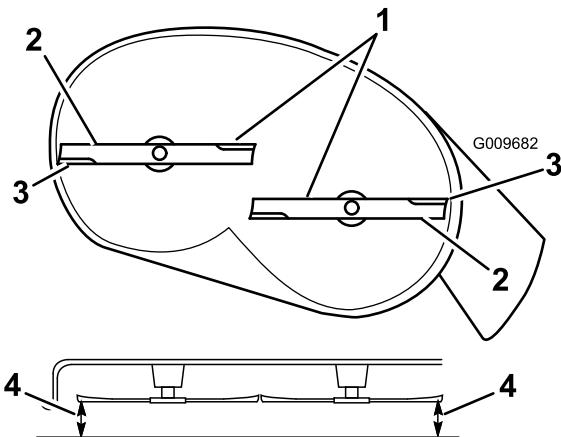
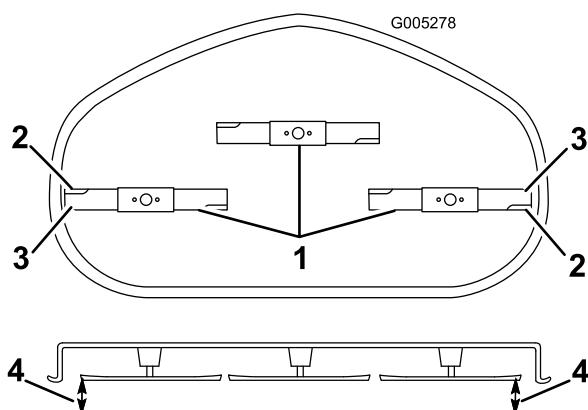

Figure 48
Figure 49
4. Faites pivoter les lames avec précaution pour qu'elles soient toutes parallèles (Figure 48 et Figure 49).
5. Mesurez la distance entre les tranchants extérieurs et la surface plane (Figure 48 et Figure 49).